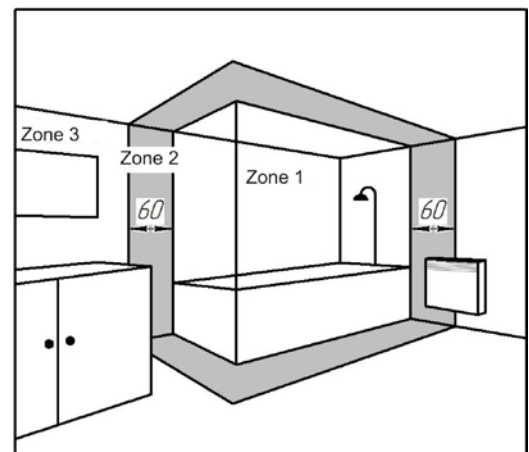

Abb. 4
5.5 Der mit IP24 geschützte Konvektor kann im Badezimmer (siehe Abb. 4) installiert werden.